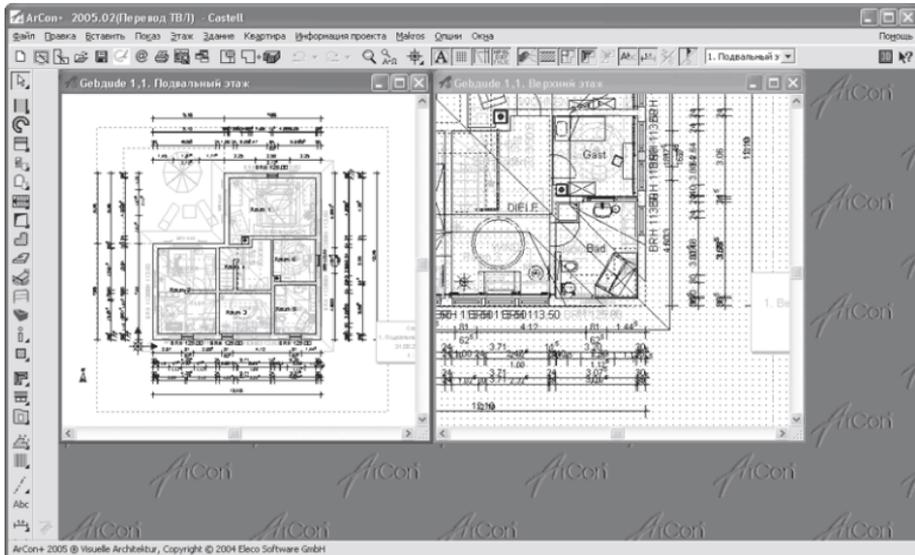

Рис. 1.5. Дополнительное окно представления данных проекта
– нажатие этой кнопки приводит к появлению нового окна с представлением текущего проекта (рис. 1.5). Данная функция позволяет вести редактирование проекта сразу в нескольких окнах, отображая в них разные части плана, разные этажи зданий и т. п. Вы можете создавать произвольное количество таких дополнительных окон и как угодно размещать их в пределах главного окна программы. Создать новое окно представления можно также с помощью команды меню Окна → Новый вид.